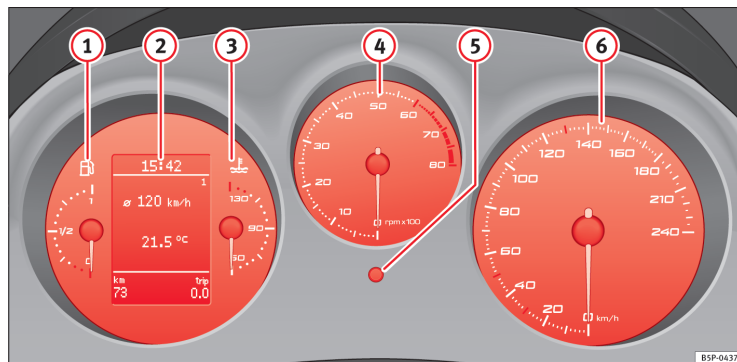

Fig. 32 Udsnit af instrumentpanelet: kombiinstrument
Begyndelsen af det røde område ⇒ Fig. 32 ④ markerer det maksimalt tilladte motoromdrejningstal ved driftstemperatur. Før du når dette område, bør du skifte til næste højere gear, vælge gearvælgerposition D eller flytte foden fra speederen.
- For at indstille timetallet skal du dreje indstillingsknappen ⇒ Fig. 32 ⑤ mod højre til første klik. Timetallet blinker. Tryk på knappen for at indstille timerne.